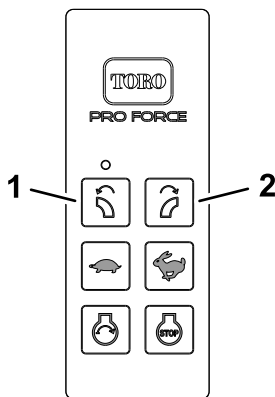

Рисунок 51
4. Одновременно нажмите и удерживайте кнопки ПОВОРОТ СОПЛА ВЛЕВО и ПОВОРОТ СОПЛА ВПРАВО (Рисунок 51).
7. Нажмите и удерживайте кнопку ПОВОРОТ СОПЛА ВЛЕВО (Рисунок 51).
8. Продолжая удерживать кнопку ПОВОРОТ СОПЛА ВЛЕВО в нажатом положении (Рисунок 51), поверните ключ зажигания в положение РАБОТА.
9. Отпустите кнопку ПОВОРОТ СОПЛА ВЛЕВО (Рисунок 51) и поверните ключ зажигания в положение ОСТАНОВ.